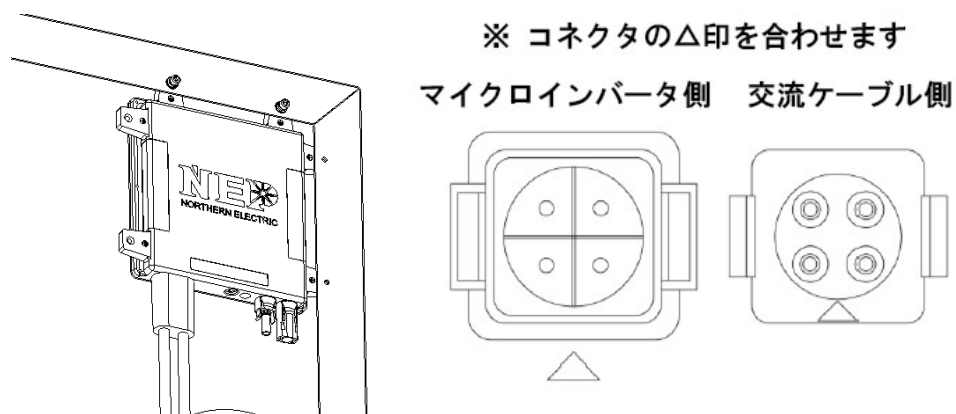

図7 交流ケーブルの接続方法
- (1) 事前に PV パネルのレイアウト図を作成しておきます。
- (2) PV パネルを設置(取付)する際に、各マイクロインバータの予備 ID シールをレイアウト図上に貼り付けていきます。
- (3) レイアウト図に記載した全ての PV パネルに、マイクロインバータの予備 ID シールが正確に貼られていることを確認して完成です。
- Step1 各マイクロインバータ BDM-300-210JD の交流出力ケーブルが取付いています。コネクタはしっかりと奥まで差し込み、容易に抜けないことを確認して下さい（図7 をご参照願います）。